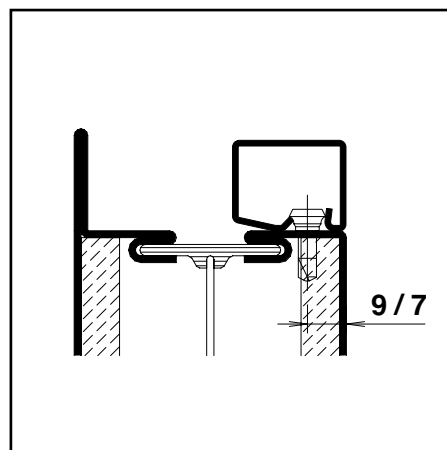

Abb. 8 / Fig. 8 / Fig. 8
**Montage der Glasleisten (Abb. 8)**
**Montage des parcloses (Fig. 8)**
**Fitting glazing beads (fig. 8)**